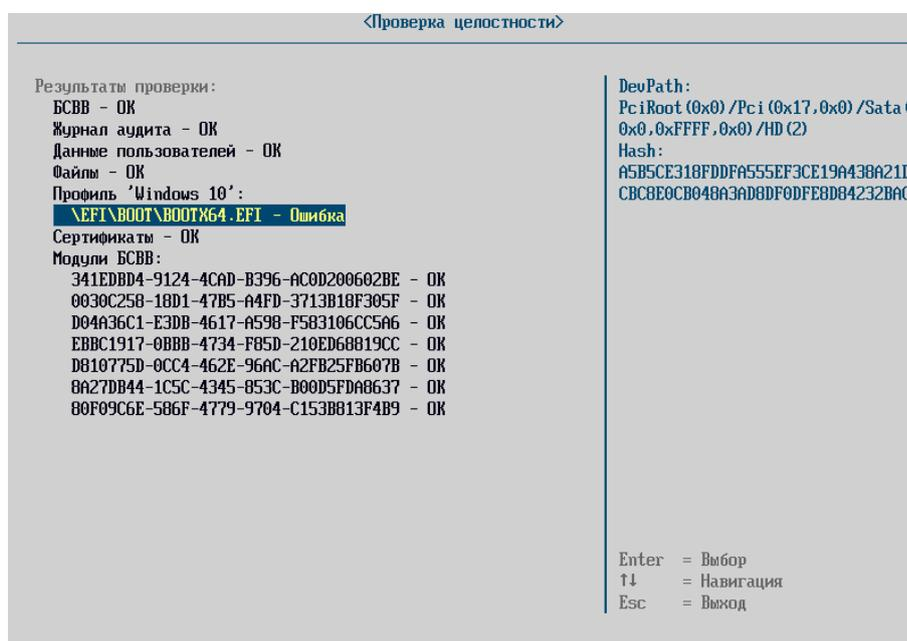

Рисунок 119 – Меню «Проверка целостности»
2) авторизуйтесь под учетной записью администратора, перейдите в меню «Панель управления» → «Проверка целостности» и посмотрите, где произошли изменения, приведшие к изменению контрольной суммы (см. рисунок 119);